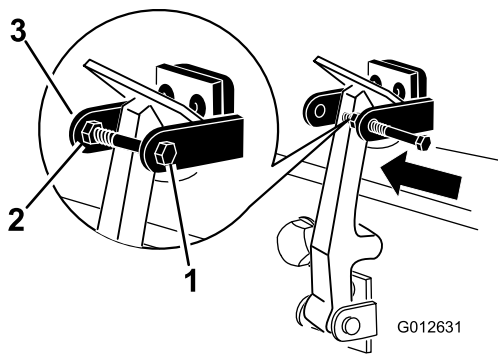

Bild 8
8. Schrauben Sie die Schraube in den anderen Arm der Motorhaubenhalterung, um den Riegel zu arretieren (**Bild 8**).